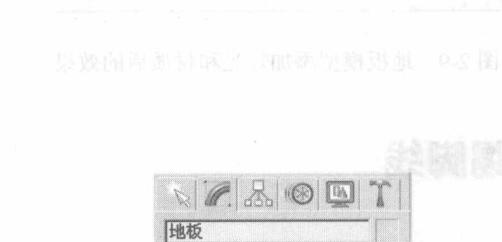

图 2-3 重命名对象
**5** 选择 Box01 对象，打开“修改”面板，在“名称栏”中将其命名为“地板”，如图 2-3 所示。